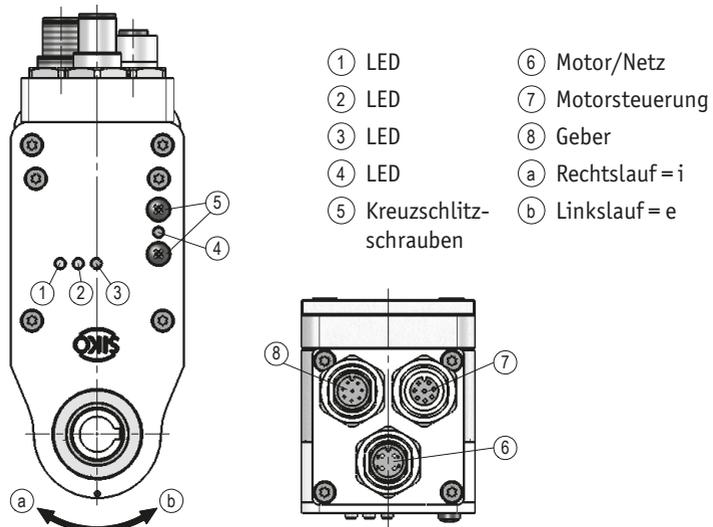

Abb. 7: Motorsteuerung PWM
- ▶ Bei gelösten Schrauben ⑤ ist die Schutzart des Stellantriebes nicht mehr gewährleistet.
- ▶ Parameter an den Trimpotentiometern ⑩, mittels 2 mm Schlitzschraubendreher einstellen.
- ▶ Bei Wiedermontage der Schrauben ⑤ auf korrekten Sitz der Dichtung ⑨ achten!
Durch öffnen der Kreuzschlitzschrauben ⑤ (siehe Abb. 7 + Abb. 8) gelangt man zu den stufenlos einstellbaren Trimpotentiometern ⑩.
- ⑤ Kreuzschlitzschrauben
- ⑨ Dichtung
- ⑩ Trimpotentiometer
Betriebs- und Fehlerzustände der Stellantrieb Steuerung werden über die grüne Status LED ④ (siehe Abb. 7) signalisiert.
- Über die Status-LED ④ (siehe Abb. 7) wird gleichzeitig ein Fehlerblinkmuster ausgegeben, über das der eingetretene Fehler identifiziert werden kann.